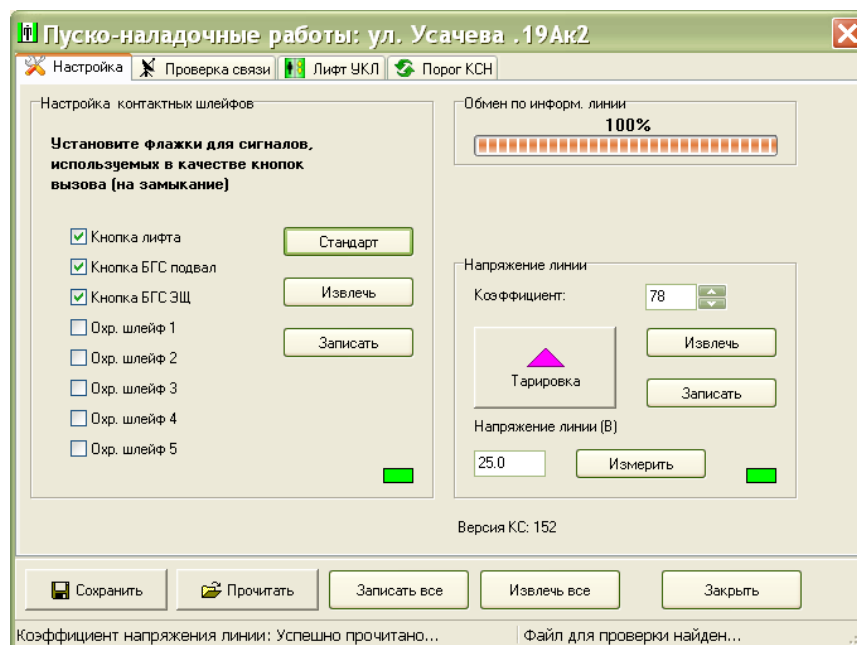

Рисунок 36
1) Установить режимы работы контактных шлейфов и кнопок вызова, настройка выполняется на вкладке «Настройка» окна «Пусконаладка» (рисунок 36). Затем записать настройки в КСН кнопкой «Записать». В нижней строке окна должна появиться надпись «Успешно записано». Для сохранения настройки на жестком диске компьютера однократно нажать мышкой кнопку «Сохранить». Далее в появившемся окне нажать кнопку «ОК».